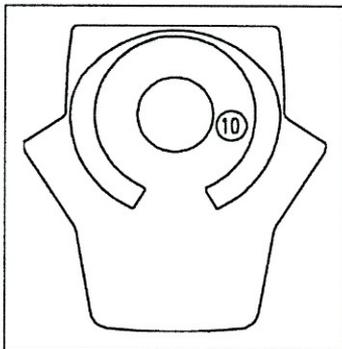

Figure 3. Position entretien.
Se saisir des fouets, tirer le bouton (10) le tourner de 180° et le pousser vers l'extérieur pour bloquer dans cette position, voir Figure 3.
- 2) Dévisser la couronne-écrou (3)(voir Figure 3) et sortir la cloche en verre (attention elle est remplie d'eau !).